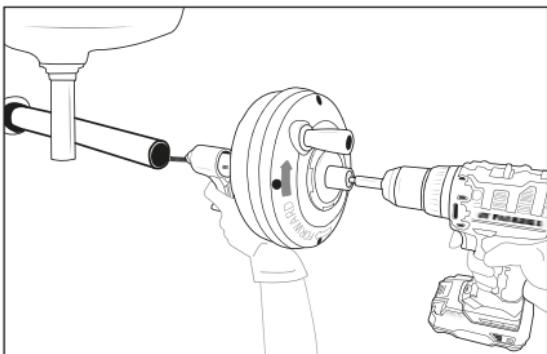

Fig. 3
- 8) Verifique se o aparelho pode ser mantido a uma distância de, no máximo, 10 cm da abertura do ralo. Uma distância superior à abertura do ralo aumenta o risco de a espiral ⑧ se torcer ou dobrar. Caso a distância seja superior, será necessário prolongar a abertura do ralo com tubos e uniões do mesmo tamanho, de forma que o aparelho possa ser colocado a, no máximo, 10 cm de distância da abertura (ver fig. 3). Se a espiral ⑧ ficar insuficientemente apoiada, poderá dobrar-se, torcer-se e ficar danificada ou ferir o utilizador.
- Siga as instruções de utilização, a fim de reduzir o risco de lesões devido a uma espiral ⑧ torcida ou partida, impacto da extremidade da espiral, tombamento do aparelho, bem como lesões provocadas por químicos, infecções e outras causas, bem como para evitar uma danificação do aparelho.
- 2) Escolha uma posição de trabalho adequada, que assegure os seguintes pontos, a fim de melhor controlar a espiral ❸ e o aparelho:
- 3) Puxe a espiral ❸ para fora do tambor ❷ e insira-a o mais profundamente possível no cano. A espiral ❸ tem de estar inserida a pelo menos 30 cm de profundidade no cano, de modo que a extremidade da espiral ❸ não se possa deslocar para fora do cano e rodopiar livremente quando a espiral ❸ começar a rodar.
- 4) Caso utilize um berbequim, selecione uma velocidade de rotação baixa (no máximo 500 rpm). Aperte um porta-pontas na bucha de aperto do berbequim e coloque o encabadouro para pontas sobre o veio do tambor ❸. Em alternativa, também pode apertar o veio do tambor ❸ sem porta-pontas na bucha de aperto do berbequim.
- 5) Certifique-se de que o aparelho está a uma distância de, no máximo, 10 cm da abertura do cano. Mantenha esta distância durante o processo de limpeza. Desta forma, poderá evitar que a espiral ❸ sofra torção e se dobre.
- 6) Mantenha uma mão na pega ❹/gatilho ❻ do aparelho e a outra no punho do berbequim ou na manivela ❺.
- 7) Rode o tambor ❷ no sentido dos ponteiros do relógio (visível na seta na parte traseira do tambor ❷, ver fig. 3) e pressione o gatilho ❻. Acionando o gatilho ❻, a espiral ❸ será introduzida no cano. Também pode avançar e recuar rapidamente a espiral ❸, puxando-a manualmente para fora do tambor ❷ ou inserindo-a manualmente no tambor.
- 8) Avance mais a espiral ❸, até encontrar resistência. Desloque a espiral ❸ cuidadosamente através da obstrução.